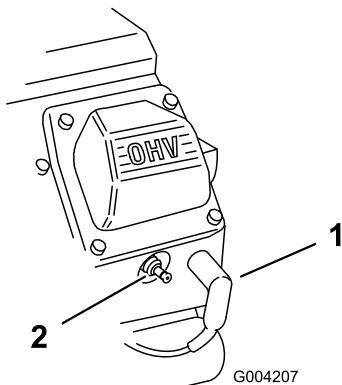

Figura 166
3. Asamblați firele bujiilor la bujii (Figura 166).